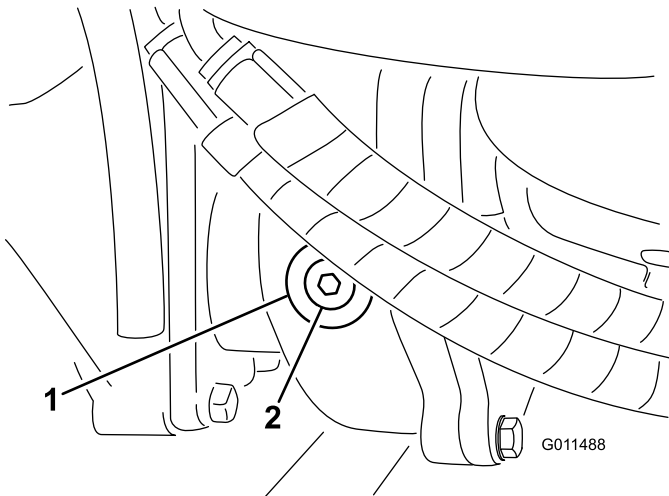

Figura 113
- Retire el tapón de verificación/llenado del lado izquierdo de la caja de engranajes y asegúrese de que el lubricante llega al borde inferior del orificio (Figura 113).